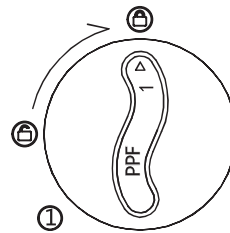

Fig 7
6. Presiona suavemente y gire 90° en sentido del reloj. Asegúrese que el triángulo apunte al icono  (Fig 7).